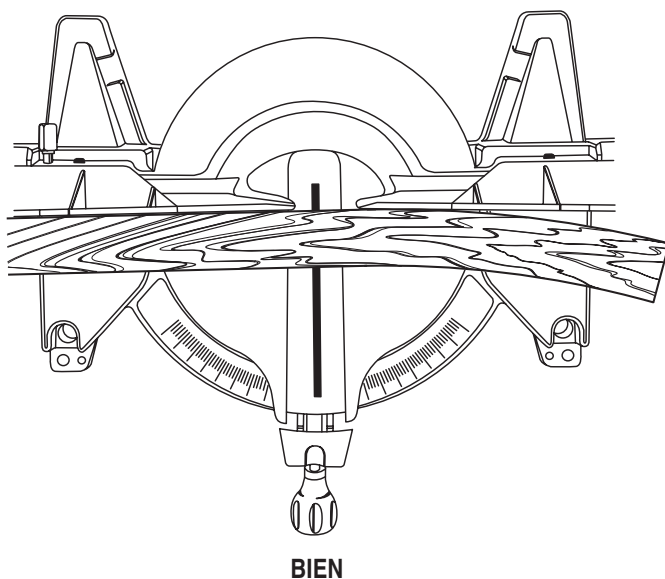

Fig. 30
- Placez la pièce à plat sur la table d'onglet, l'un des bords bien placé contre le guide. Si la pièce est gauchie, placez le côté convexe contre le guide. Si le bord concave de la pièce se trouve contre le guide, la pièce pourrait s'affaisser à la fin de la coupe et coincer la lame. *Voir figures 30 et 31.*
Voir figures 30 et 31.
Lors de la coupe d'une pièce gauchie, assurez-vous toujours qu'elle est placée sur la table d'onglet, son côté convexe étant contre le guide, comme l'illustre la figure 30.